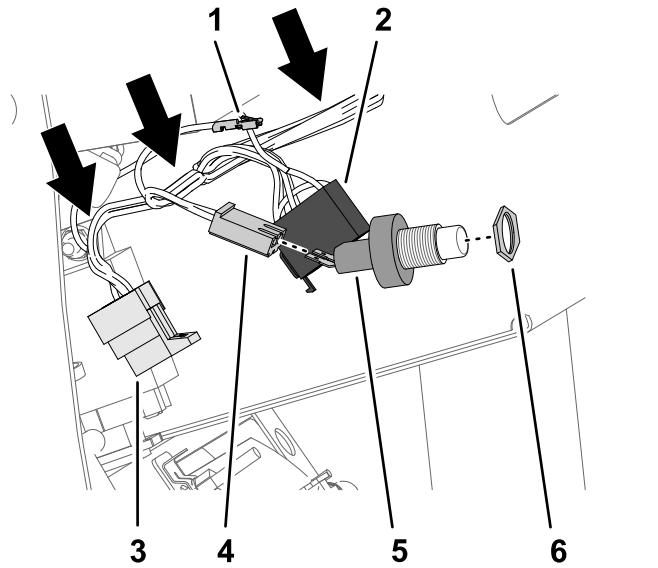

Figura 25
2. Accedete ai 3 connettori all'estremità della diramazione di 108 cm del cablaggio preassemblato del kit (Figura 25).
3. Avvitate il controdado (5/8") sui filetti dell'interruttore dell'avvisatore acustico (Figura 25).
4. Collegate i 2 connettori a forcella dell'interruttore dell'avvisatore acustico al connettore a 2 prese della diramazione di 108 cm del cablaggio preassemblato del kit (Figura 25).